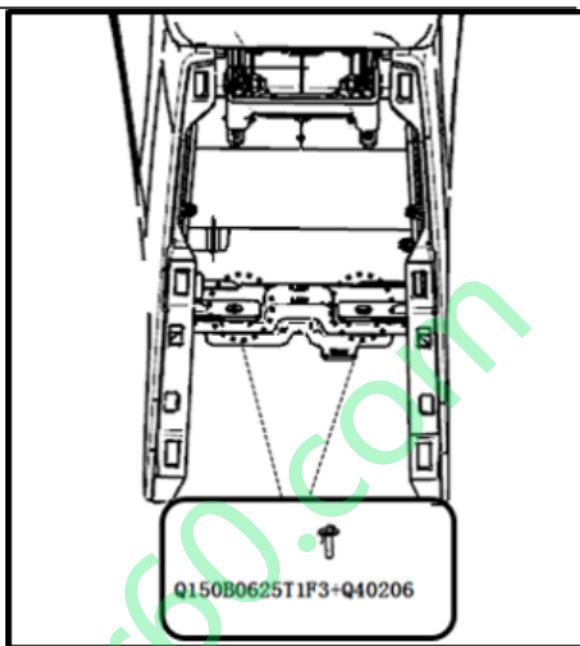

图 1.6.12 副仪表板固定螺栓的拆卸
- (3) 用 10 号六角套筒将固定副仪表板本体与副仪表板后部安装支架的两个螺栓 (Q150B0625T1F3+Q40206 六角头螺栓和大垫圈组合件) 松开取下。如图 1.6.12 所示；